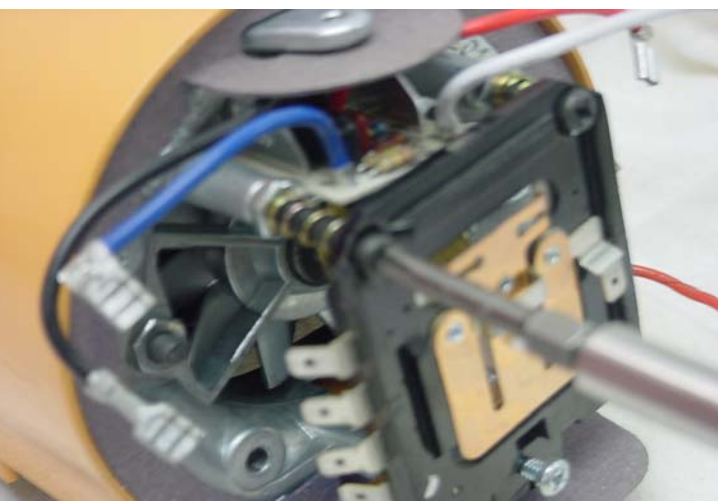

Abb. 49: Kontrollplatte auf der Lagerbrücke.
O. Kontrollplatte mit den Einstellschrauben nach oben auf die Lagerbrücke setzen (Abb. 49).